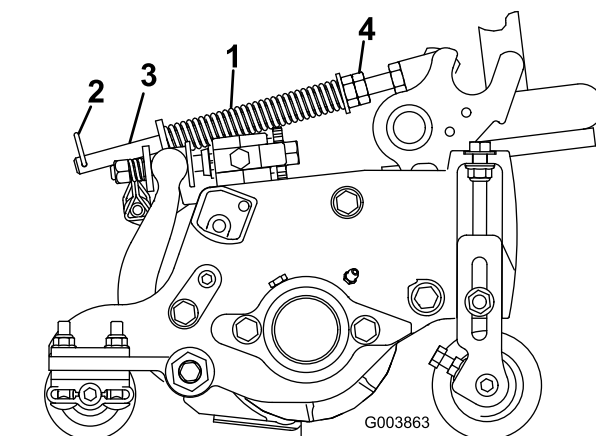

Figure 22
2. Serrez les écrous hexagonaux à l'extrémité avant de la tige de ressort jusqu'à ce que la longueur du ressort comprimé soit égale à 15,9 cm (Figure 22).
1. Vérifiez que la goupille fendue est insérée dans le trou de la tige de ressort (Figure 22).